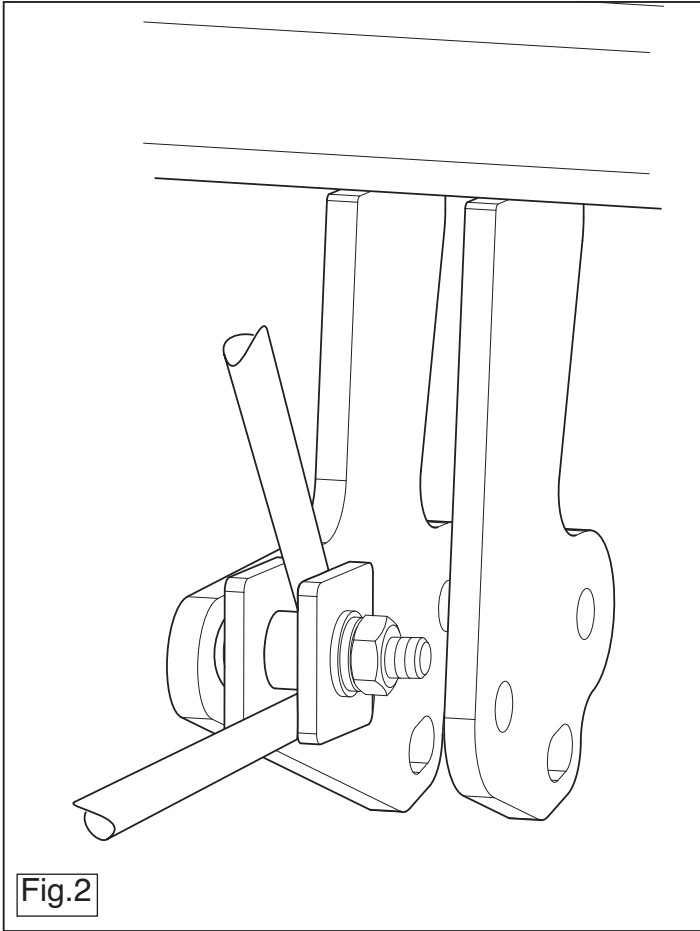

Fig.2
7. Montar el travesañó en el anillo de enganche en el centro (fig. 2).
7. Fissare il centro della traversa all'anello di traino (fig. 2).